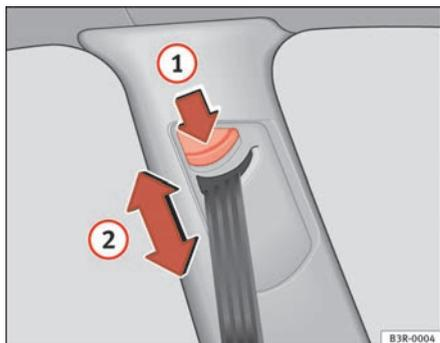

Fig. 16 Regulação da altura do cinto (dispositivo-guia)
- Premir o botão ⇒ **fig. 16 ①** para ajustar a altura do cinto.
- Deslocar o dispositivo-guia para cima ou para baixo, de modo que a faixa do ombro deslize aproximadamente pelo centro do mesmo, mas **em caso algum por cima do pescoço** ⇒ **fig. 16 ②** ⇒  no «Posição da faixa do cinto de segurança» na página 25.